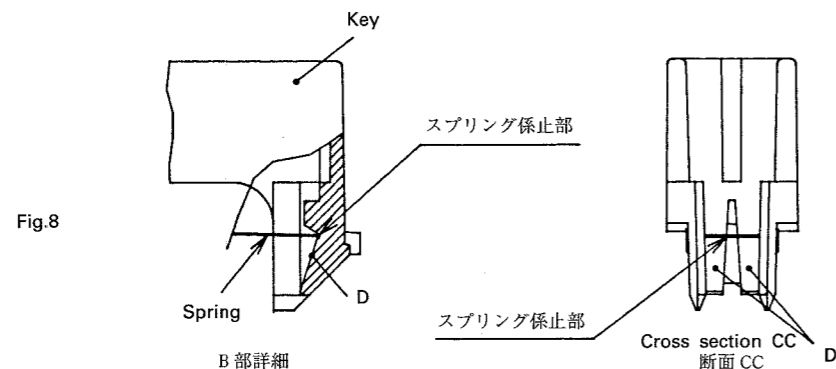

Fig.8
2. Referring to Fig.8, press the key in the direction of ④.
2. スプリングをKEY スプリング係止部にあて (Fig. 8 参考) 方向④にKEYを押し込む。
Firmly rest the spring on the spring dent (Fig.8). Don't let the spring stop at the slope D or the key touch will differ from the previous sensitivity.
注) スプリングを Fig. 8 に示すスプリング係止部に確実に係止しないと(斜面Dに止まる事がある)KEY タッチが変化してしまう。